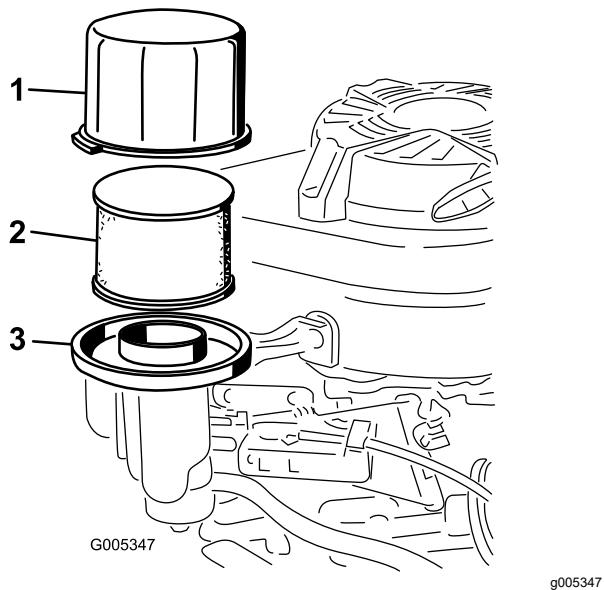

Figura 23
3. Togliete il coperchio e pulitelo accuratamente (Figura 23).
4. Rimuovete il prefiltrato in schiuma sintetica e il filtro dell'aria di carta dalla base del filtro dell'aria (Figura 23).